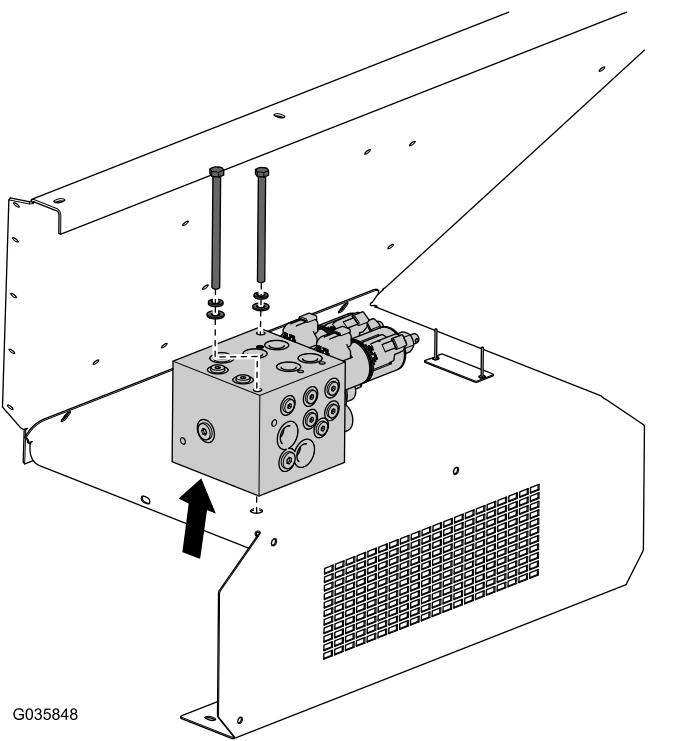

Bild 5
1. Entfernen Sie die Schrauben und Muttern vom Verteilerblock und bewahren sie für einen späteren Einbau auf (Bild 5).
3. Heben Sie den Verteiler so weit von der Spülschutzvorrichtung an, dass Sie die vorhandene Spülschutzvorrichtung entfernen können (Bild 5).